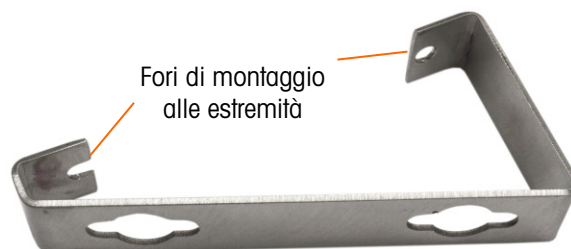
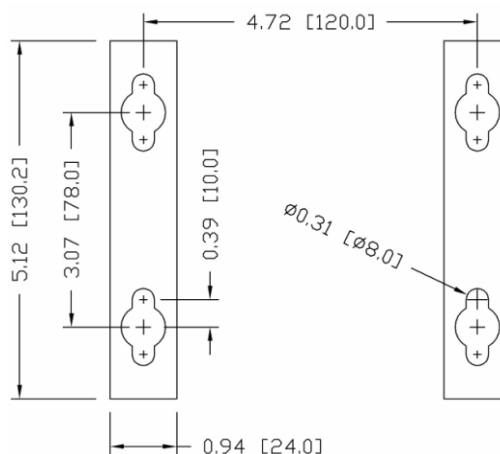

Figura 2-12: Staffa per montaggio a parete
Figura 2-14: Forometria per il montaggio
Una volta serrate saldamente le staffe alla parete, è possibile montarvi l'armadietto utilizzando le quattro viti M4 in dotazione. In Figura 2-12 è mostrata una staffa. Le viti vengono serrate avvitando con il cacciavite attraverso le fessure dei fori.
Contrassegnare la posizione dei fori di montaggio sulla superficie verticale in base alle dimensioni illustrate nella Figura 2-14 in pollici e [mm] oppure portare il terminale alla parete e contrassegnare la posizione dei fori della staffa.
8. Far arretrare ciascun bullone in misura sufficiente per lasciare lo spazio perché la testa e la rondella piatta raggiungano il centro di uno dei fori nelle staffe di montaggio (vedere Figura 2-12 e Figura 2-14).
6. Far arretrare ciascun bullone in misura sufficiente da consentire a bulloni e rondelle di raggiungere il centro di una delle asole nelle staffe di montaggio (vedere Figura 2-12 e Figura 2-14).
Installare la vite e la rondella, lasciando uno spazio sufficiente all'asola della staffa, vedere Figura 2-12 e Figura 2-14.
Posizionare i fori delle staffe del terminale sul dispositivo di fissaggio e spingere il terminale verso il basso con fermezza in modo che dispositivi di fissaggio e rondelle si aggancino alle fessure sulla staffa (vedere Figura 2-12).